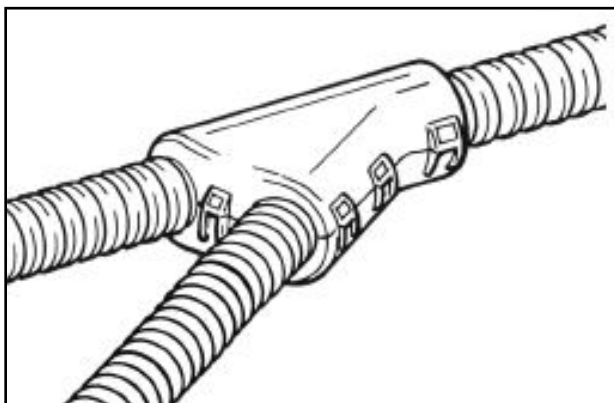

Abbildung 4.6 Y-Stück
5. Montieren Sie das Y-Stück (Abbildung 4.6) zwischen den Enden der Schutzrohre.